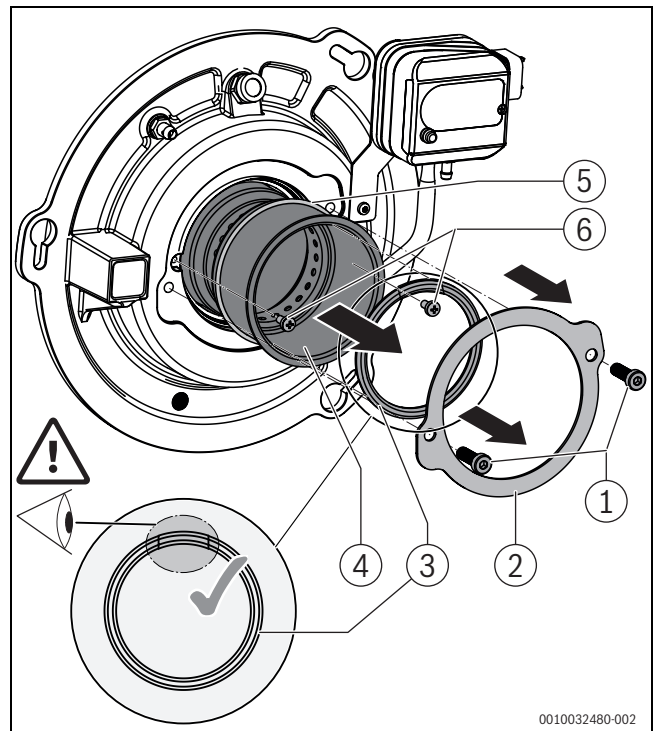

Bild 70 Brennerrohr austauschen
- ▶ Dichtung D81 verwenden. Darauf achten, dass die Nahtstelle der Dichtung in 12-Uhr-Position eingebaut wird (→ Bild 70, Seite 40).
- Um das Brennerrohr auszutauschen (→Bild 70):